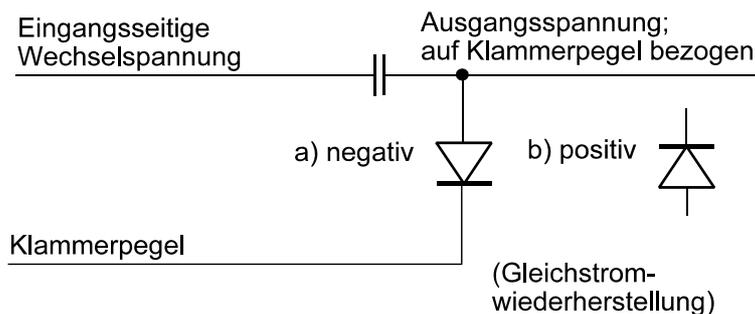

Abb. 3.1 Klammerschaltung.
- Klammerschaltungen (Abb. 3.1) sollen Signale auf einen bestimmten Bezugspegel (Klammerpegel) beziehen (Abb. 3.2).
Mit Dioden kann man UND- und ODER-Gatter aufbauen (Abb. 3.1 bis 3.4). Zeitgemäße Anwendungen: elementare logische Verknüpfungen von Signalen, die keinen üblichen Logikpegeln entsprechen, z. B. in der Ebene der Feldverkabelung von Steuerungssystemen (vgl. Abb. 3.1) oder zur Implementierung von Sicherheitsfunktionen (die direkt – d. h. ohne Mikrocontroller, Software o. dergl. – wirken müssen).